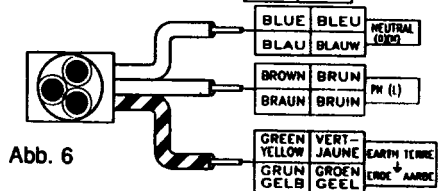

Abb. 6
3. Den übrigen schwarzen oder braunen Draht muß an die Klemme mit dem Buchstaben "P, L, oder F" angeschlossen werden. (Siehe Abb. 6)